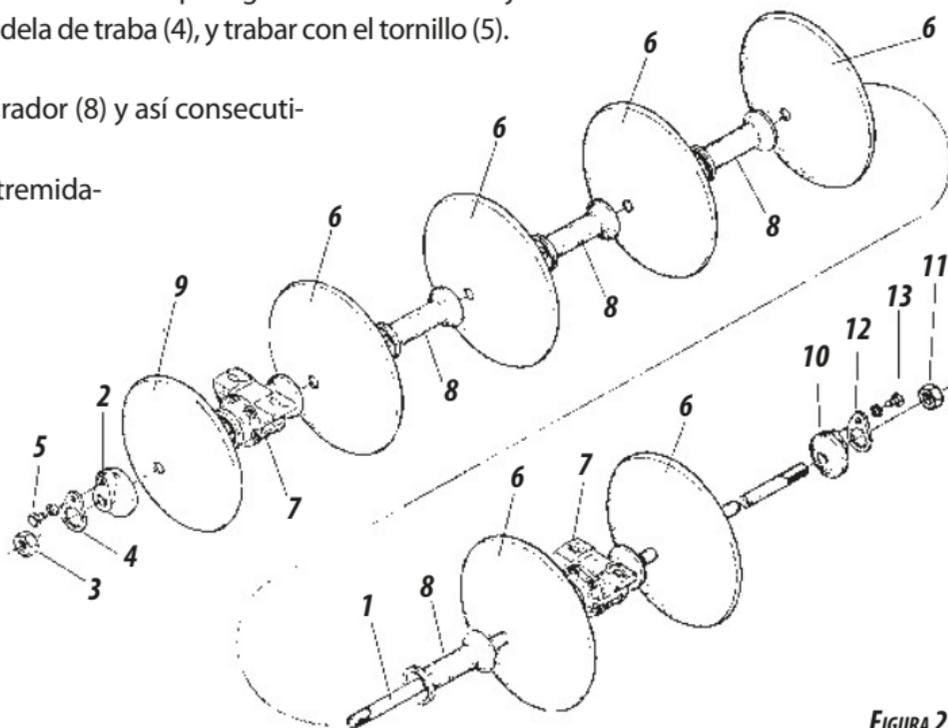

FIGURA 2
- Armar en el eje (1) **figura 2**, la arandela de apoyo (2), la tuerca (3), la arandela de traba (4), y trabar con el tornillo (5).
- Armar en el eje (1) un disco (6), un cojinete (7), otro disco (6), un separador (8) y así consecutivamente conforme **figura 2**.